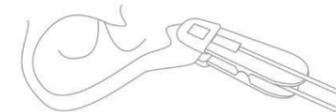

Figura 5 Sensore SpO2 a clip da orecchio
5. Per il sensore SpO2 a clip da orecchio, agganciare il sensore al lobo dell'orecchio del paziente, come mostrato nella Figura 5.